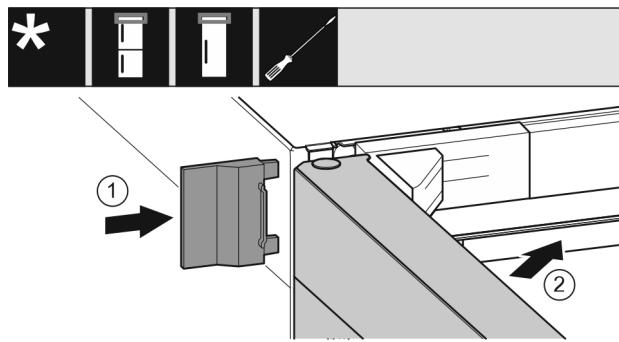

Fig. 23
- 插入外盖 Fig. 23 (1)。
- 关闭冰箱上方门 Fig. 23 (2)。